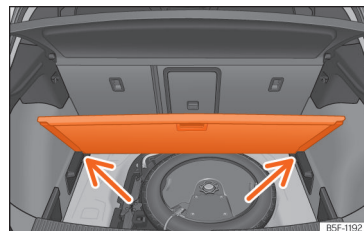

Abb. 182 Variabler Gepäckraumboden: geeignete Stellung.
- Legen Sie den Gepäckraumboden auf die dafür vorgesehenen Aufnahmen >>> (Abb. 182) (Pfeile).